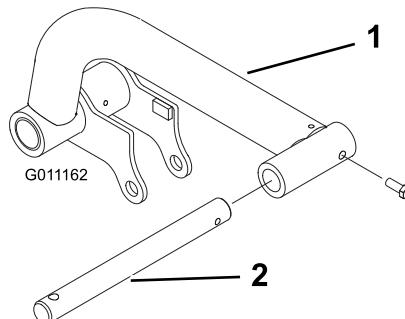

Figura 9
- Inserte una barra de giro en cada brazo de elevación y alinee los taladros de montaje (Figura 9).